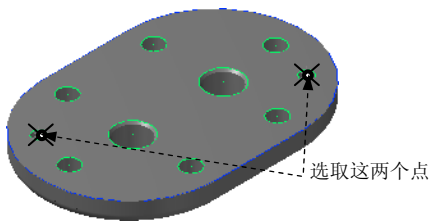

图 16.23 选取钻孔的点
Step1. 选择下拉菜单 **T 刀具路径**  **D 钻孔** 命令, 系统弹出“选取钻孔的点”对话框, 选取图 16.23 所示的两个圆的中心点为钻孔点。